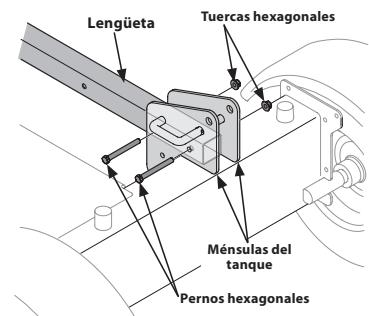

Figura 3
9. Con la máquina rompetroncos todavía sujetada a la base de la caja, extraiga dos pernos hexagonales y tuercas hexagonales del soporte del tanque y extraiga el trozo de madera que está en los soportes del tanque. Vea la Figura 3.
10. Alinee los orificios de la lengüeta con los orificios del soporte del tanque y fíjela con los elementos de ferretería que se acaban de retirar. Vea la Figura 3.